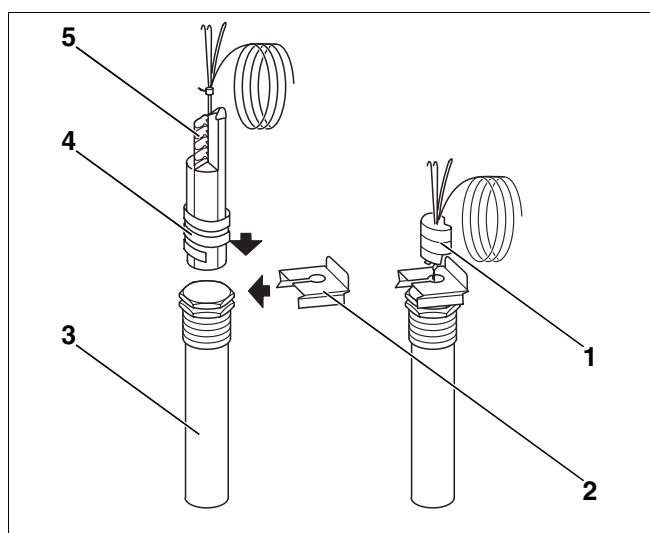

Fig. 26 Casquilho de imersão e sensor do regulador de temperatura
- A espiral em material sintético (fig. 26, **item 4**) – para manter os sensores juntos – deslizará automaticamente para trás no momento da inserção (fig. 26, **item 1**). Para assegurar o contacto entre o casquilho de imersão (fig. 26, **item 3**) e as superfícies de contacto dos sensores e para estabelecer subsequentemente uma transmissão segura da temperatura, a mola de compensação (fig. 26, **item 5**) deve estar inserida entre os sensores (fig. 26).
- Empurrar o fusível do sensor (fig. 26, **item 2**) pelo lado ou por cima, contra a cabeça do casquilho de imersão.